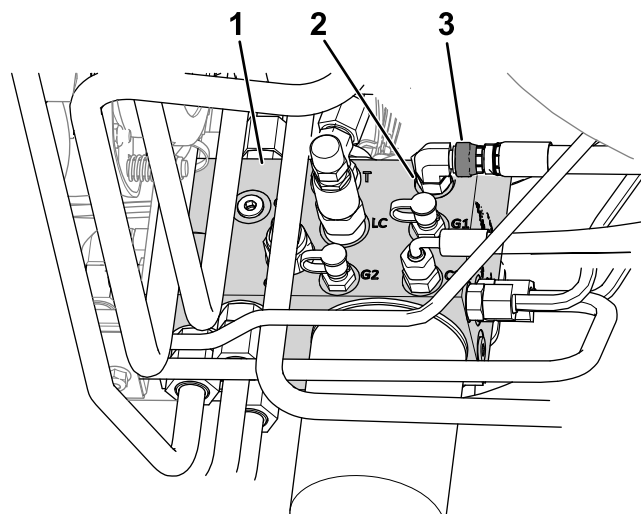

Figura 9
- B. Allentate il dado girevole del flessibile collegato alla porta C1 del collettore idraulico (Figura 9).